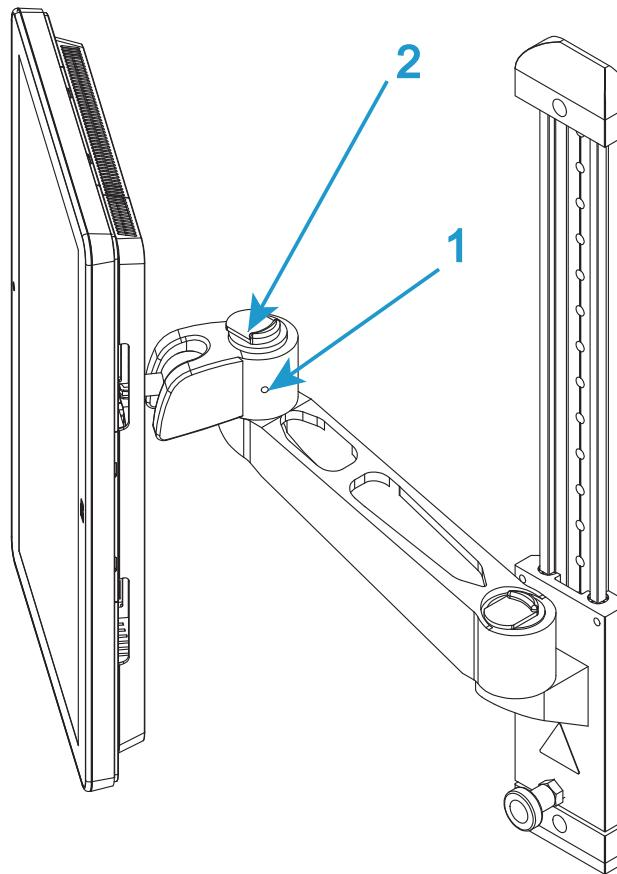
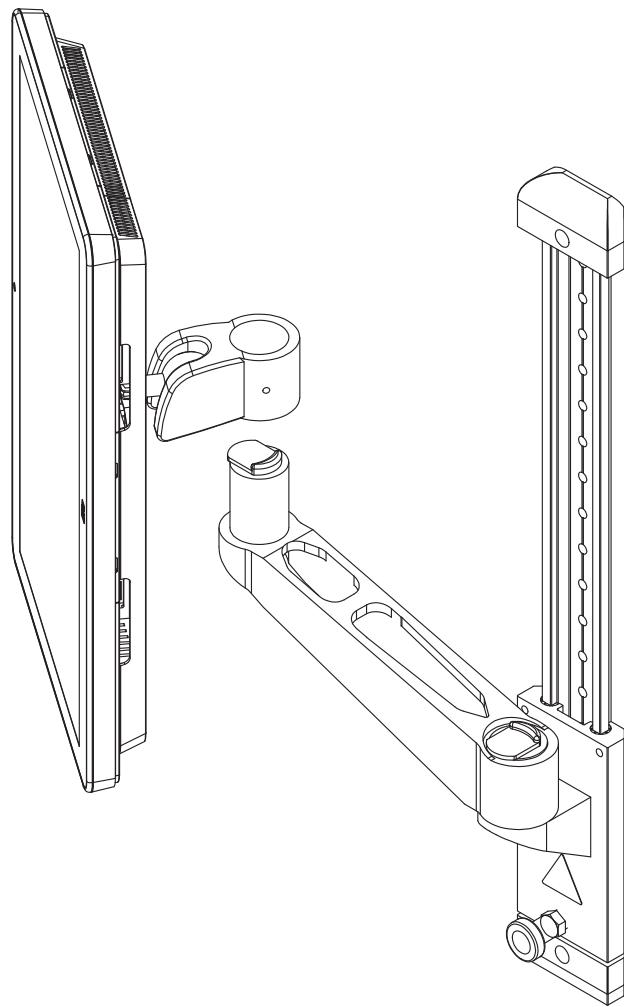

図12. 取り付けアーム
図13. 持ち上げて取り外す
3. 必要に応じて、取り付けアームの「継手部分」の側面にある固定ねじを緩めます (50 ページの図 12 の 1)。
4. 「継手部分」上部のリリース機構 (50 ページの図 12 の 2) を操作して Bluehill® オペレータ ダッシュボードを持ち上げ、取り付けアームから外します (51 ページの図 13)。